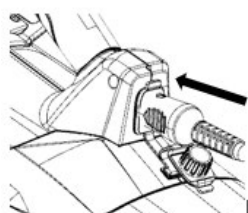

Fig 6
1. Alinee el enchufe de la batería con el enchufe eléctrico de la herramienta, luego inserte el enchufe en la herramienta (Fig. 6).